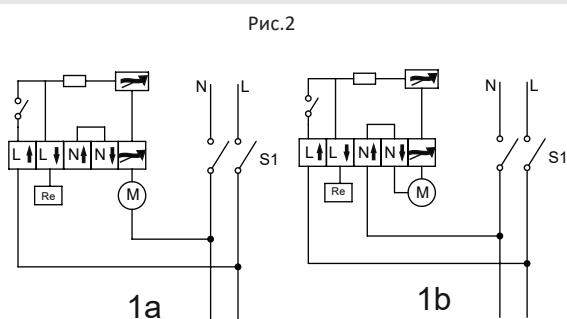

Рис.2
3. Проведите соединительные провода через кабельный ввод (11) в монтажном корпусе (9), предварительно сделав в них отверстия, соответствующие сечению провода.
6. Установите регулятор скорости (7) в монтажный корпус (9) таким образом, чтобы клеммник располагался внизу.
7. Зафиксируйте монтажную пластину (6) на регуляторе скорости (7).
8. Обратите внимание регулировочное отверстие на монтажной пластине (6) должно совпадать с расположением подстроечного резистора на плате регулятора скорости.
9. Зафиксируйте регулятор скорости (7) в монтажном корпусе (9).
**Внимание!** В помещениях с повышенной влажностью в корпусе (9) сделать отверстие (10) диаметром 5 мм, для выхода конденсата (рис. 2, схема 1б).